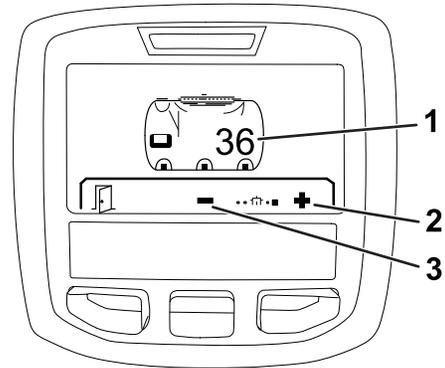

図 21
2. 右ボタンを押し、次に左ボタンを押してタンク画面に入る 図 21。
3. 中央ボタンと右ボタンとを使って液量の値を調整する 図 21。